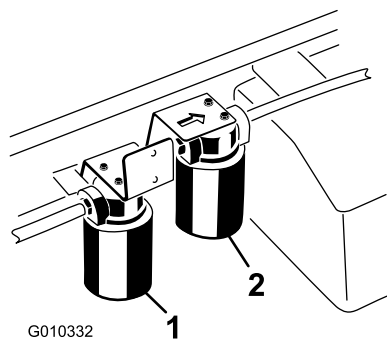

Figura 78
2. Pulite la superficie circostante il filtro. Collocate una bacinella di spurgo sotto il filtro, e toglie il filtro (Figura 78).
1. Pulite la superficie circostante il filtro ad alto flusso (Figura 78). Collocate una bacinella di spurgo sotto il filtro, e togliete il filtro.